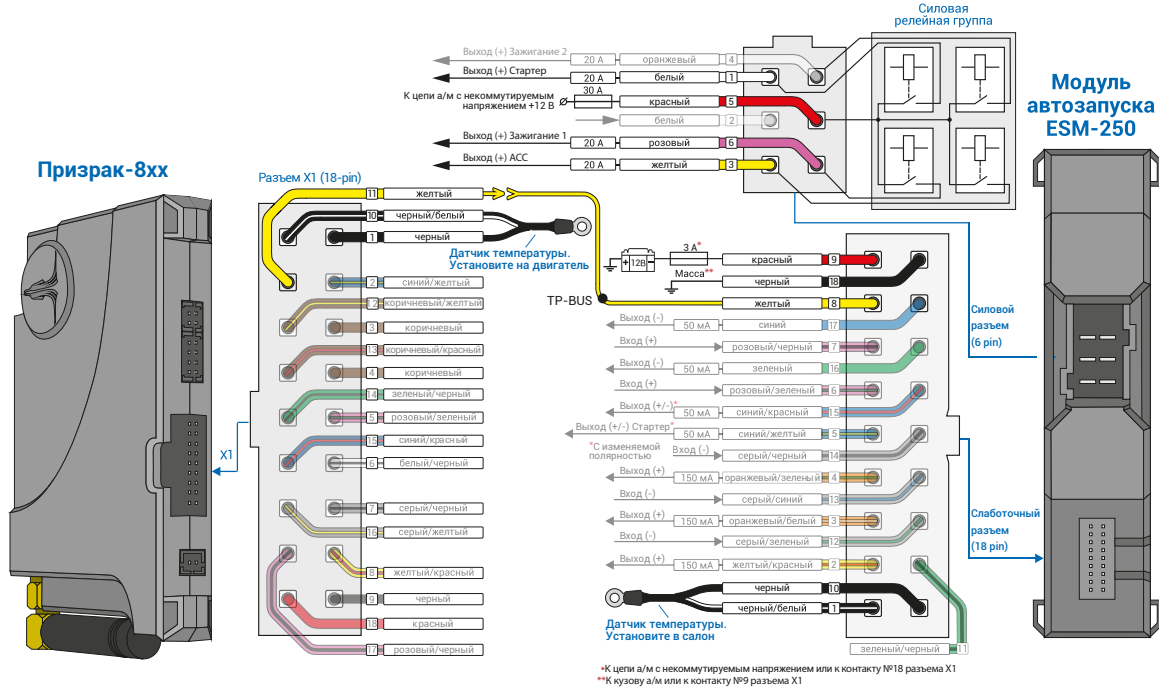
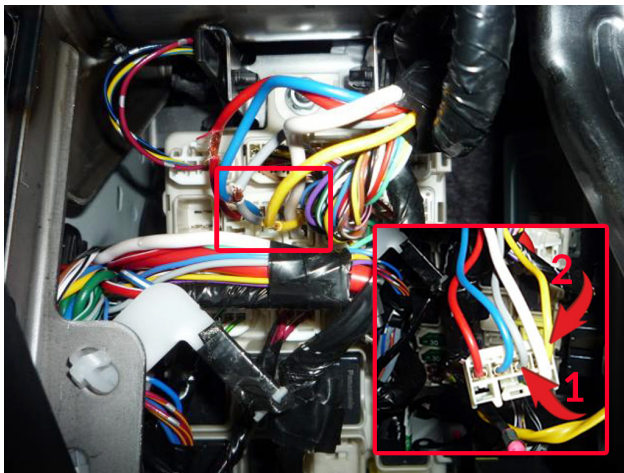
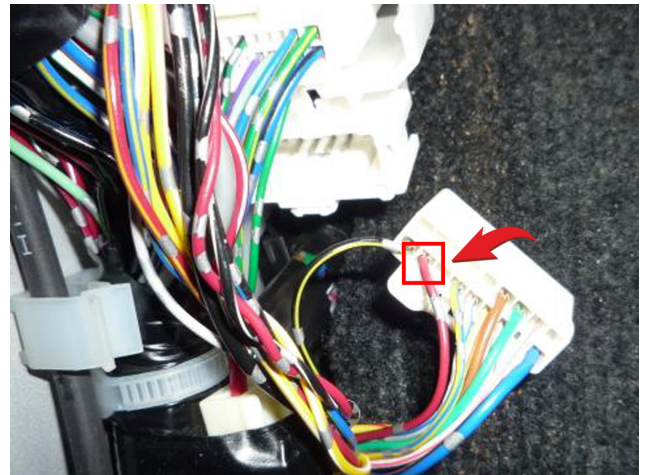

Рис.2 Подключение модуля автозапуска ESM-250
Рис.3 Подключение к цепям автозапуска
Рис.4 Подключение стартера
2. Подключите модуль автозапуска ESM-250 – выводы модуля, которые требуется подключить выделены на рис. 2. Подключение к автомобилю производится у блока предохранителей (см. рис. 3). Подключение стартера осуществляется за левой кик-панелью (см.рис.4).